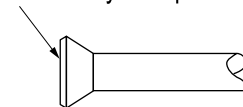

Рис. 14
- При подключении накидной гайки нанесите эфирное или сложное эфирное синтетическое масло на внутреннюю часть конуса и поверните гайку 3 – 4 раза вручную и затем затяните ее ключом. (См. рис. 14)